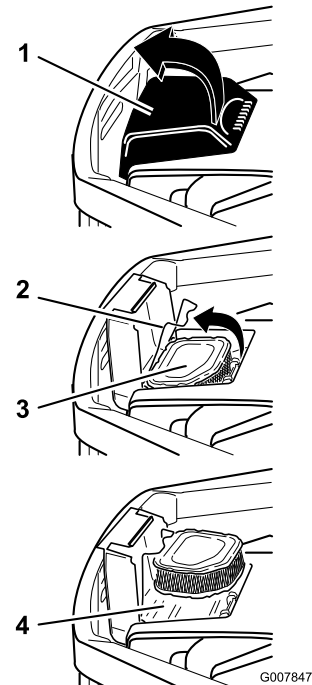

Figure 30
1. Ouvrez le couvercle du filtre à air situé sur le carter de ventilateur pour accéder à l'élément du filtre à air (Figure 30).
2. Ouvrez le verrou et retirez l'élément du filtre à air (Figure 30).